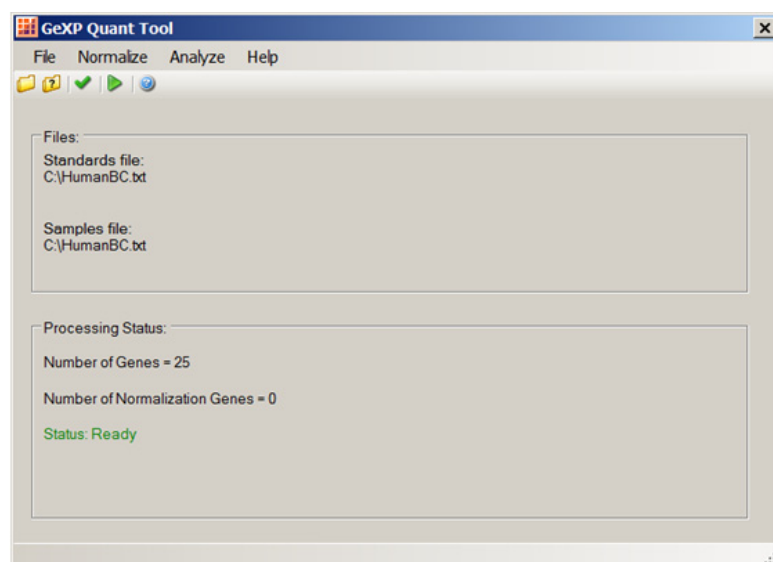

图 7.39 导入标准和样品文件
- 一旦导入，标准和样品文件将被列入以下图 7.39 所示的“Files”（文件）区域。
- 在“Processing Status”（处理状态）区域中，显示此数据文件中总共存在二十五个基因。Number of Normalization Genes（校准基因数目）被标记为零，因为此时未选择校准基因。请参见图 7.39。